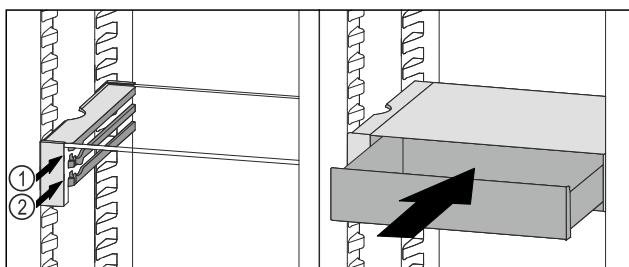

Fig. 130
- ▶ Predal VarioSafe namestite za zaustavljalnimi elementi na želeni nastavek Fig. 130 (1) ali Fig. 130 (2).